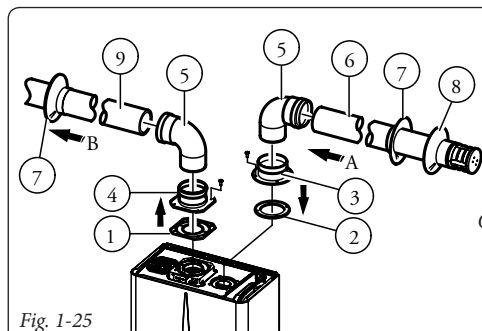

Fig. 1-25
- Montagem do kit (Fig. 1-25): instalar o flange (4) no furo central da caldeira colocando a guarnição (1) e fechar com os parafusos com cabeça hexagonal e ponta chata presentes no kit. Retirar o flange chato presente no furo lateral em relação ao central (de acordo com as exigências) e substituí-las com o flange (3) colocando a guarnição (2) já presente na caldeira e apertar com os parafusos auto-roscentes com ponta fornecida de série. Ligar as curvas (5) com o lado macho (liso) no lado fêmea do flange (3 e 4). Ligar o terminal de aspiração (6) com o lado macho (liso) no lado fêmea da curva (5) até colocá-lo em batida, verificando se já foi inserido os relativos florões internos e externos. Ligar o tubo de descarga (9) com o lado macho (liso) no lado fêmea da curva (5) até colocá-lo em batida, verificando se foi